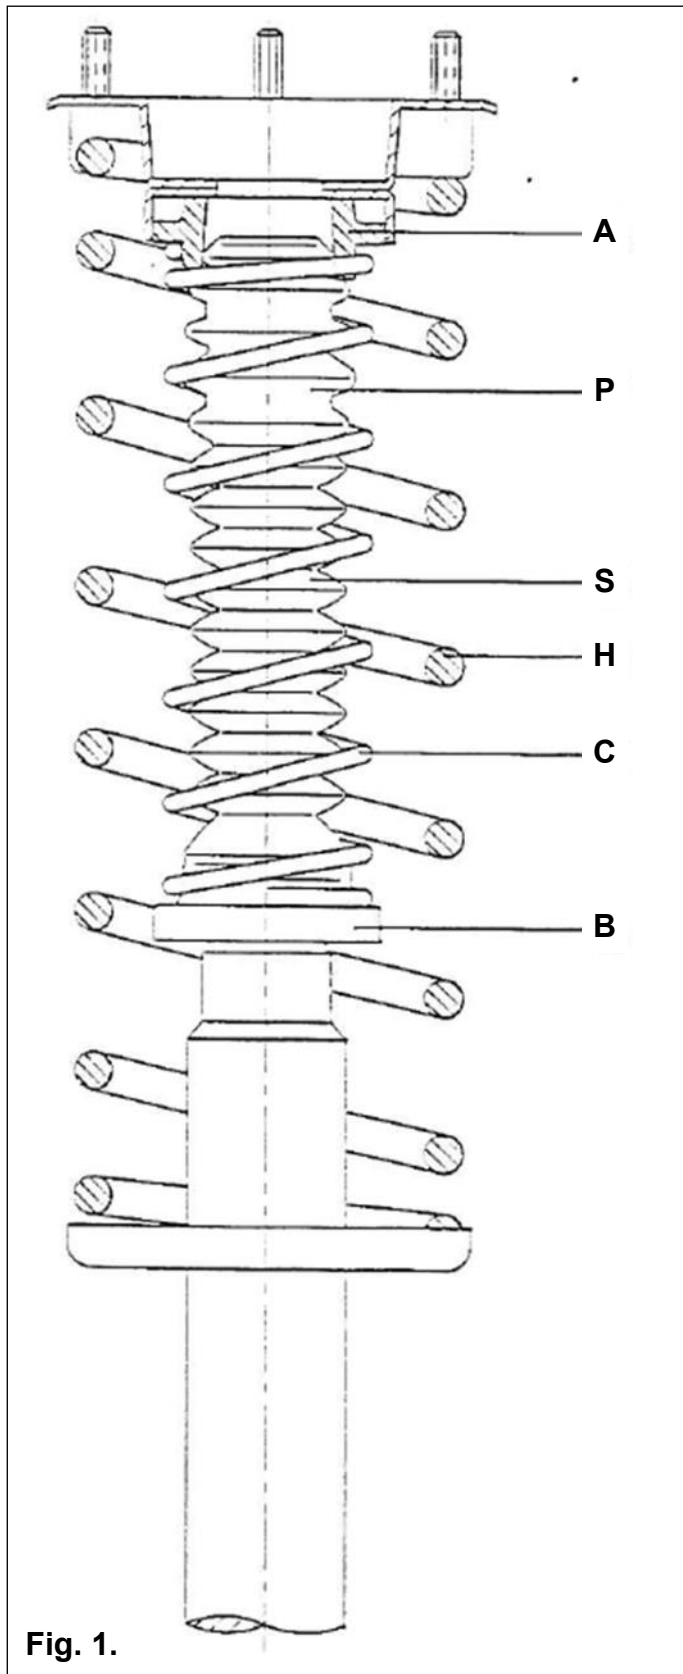

Fig. 1.
4. Fit the auxiliary spring kit on the strut just like fig.1.
4. Montiere Niveaufeder Satz auf der Federbein wie fig.1 .
4. Monter le jeu du ressorts de renfort sur l'amortisseur suivant fig. 1.